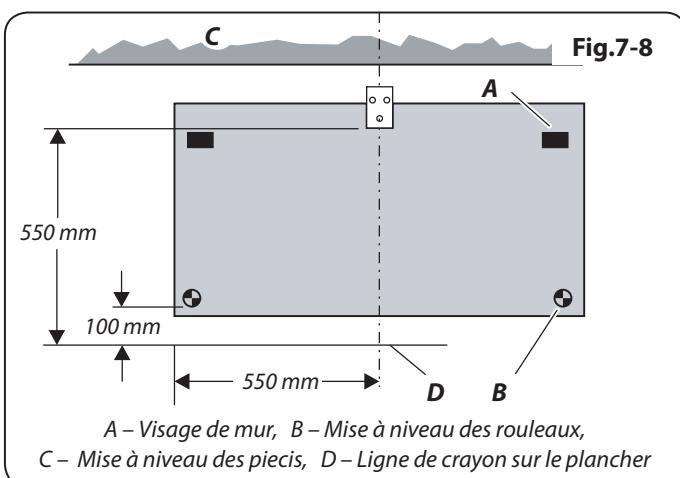

Fig.7-8
5. A partir de la ligne au crayon mesurez 550 mm vers l'arrière pour indiquer le bord avant de l'équerre (**Fig.7-8**).